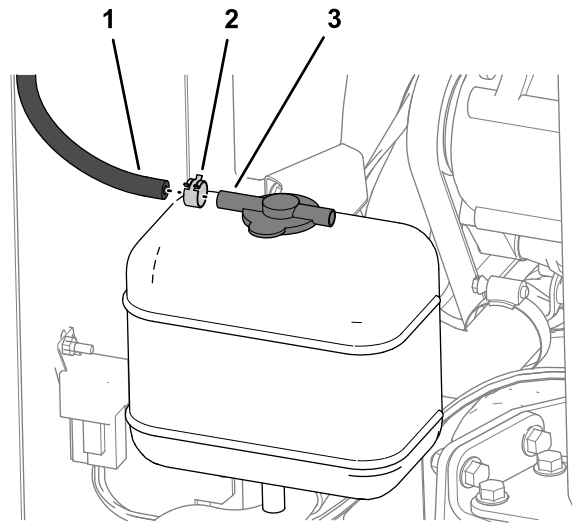

Рисунок 54
1. Выровняйте крышку над консолью управления и опустите на консоль (Рисунок 54).
2. Наденьте шланг размером 8 x 254 мм (5/16 x 10 дюймов) на более длинный шланговый штуцер типа «елочка», расположенный на крышке расширительного бачка охлаждающей жидкости, закрепив его с помощью малого шлангового хомута (Рисунок 54).